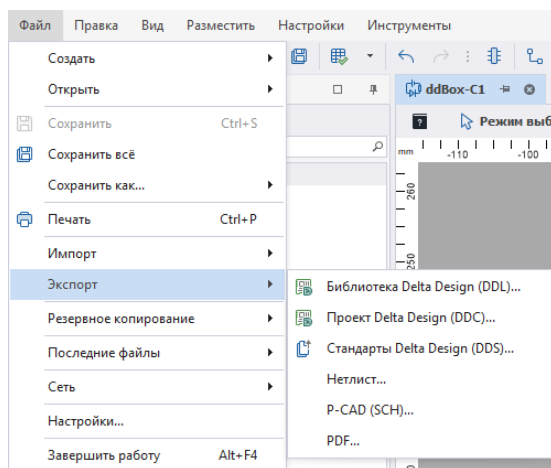

Рис. 286 Синхронизация через экспорт проекта
3. Осуществить экспорт проекта, см. Рис. 286.